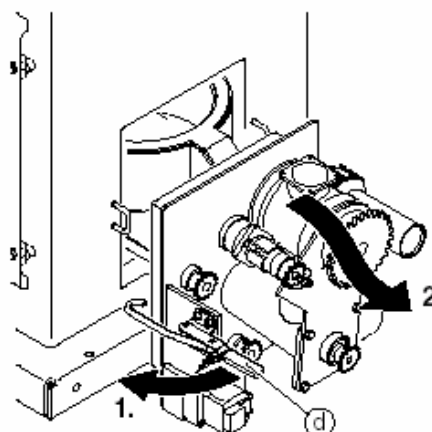

Abb. 13 Brenneinheit
- Seitliche Spannbügel (d) der Brennerplatte öffnen, Brenner mit Brennerplatte aus dem Feuerraum rangieren und geschützt zur Seite legen.(Abb.13)
- Brenner in den Feuerraum einführen (**Achtung: ca. 50 kg**) und mit den seitlichen Spannbügeln (d) befestigen (Abb. 13).